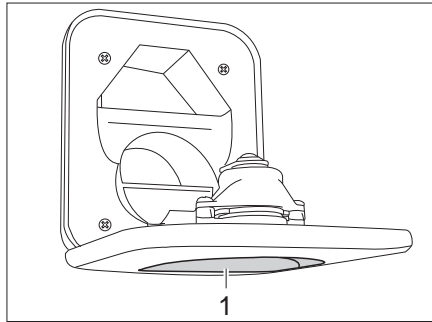

Bild 253 Frischwasser-Einfüllstutzen für Toilette
- Frischwasser-Einfüllstutzen für Toilette (Bild 253,1) oberhalb der Klappe für die Thetford-Kassette öffnen und nach unten schwenken.